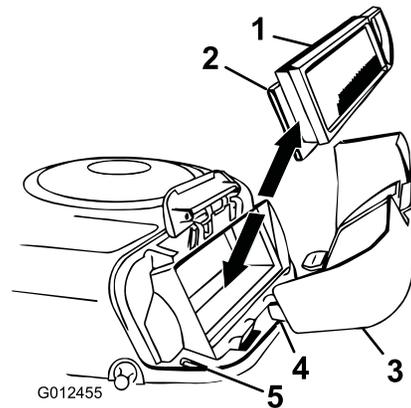

Figura 23
4. Deslice cuidadosamente el filtro de papel y el filtro de gomaespuma para retirarlos de la carcasa del soplador (Figura 23).
2. Alinee las pestañas de la tapa del limpiador de aire con las ranuras de la carcasa del soplador (Figura 23). Enganche el asa en la tapa y empuje hacia abajo el asa para fijar la tapa.